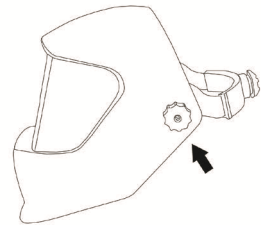

рис. 7
6.3 Угол наклона маски изменяется с помощью винтов на двух сторонах маски (рис. 7). Лучший угол в ходе сварки – прямая линия между глазами и точкой сварки вертикально к светофильтру.